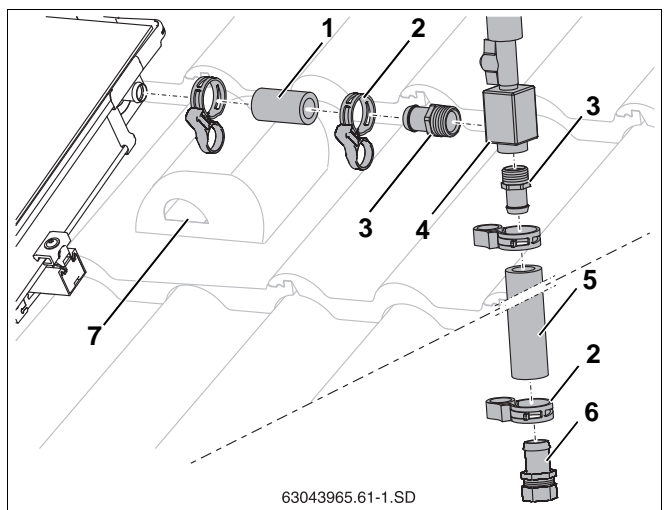

Fig. 57 Tilslutning af udlufter på tag
- ▶ Sæt den korte solvarmeslange (55 mm, fig. 57, **pos. 1**) på solfangerens fremløbstilslutning, og fastgør med fjederbånd.
- ▶ Skru slangetyllerne R $\frac{3}{4}$ med o-ringe (fig. 57, **pos. 3**) fast i luftkoppen (fig. 57, **pos. 4**).
- ▶ Sæt slangetyllerne (fig. 57, **pos. 3**) ind i solvarmeslangerne indtil anslag (fig. 57, **pos. 1** og **5**), og fastgør med fjederbånd (fig. 57, **pos. 2**).
- ▶ Sæt slangetyllen med klemringsforskrningen (fig. 57, **pos. 6**) ind i solvarmeslangen til anslag, og fastgør med fjederbånd.
- ▶ Før solvarmeslangen sammen med følerkablet gennem udluftningstagstenen (fig. 57, **pos. 7**) og gennem tagisoleringen.
- ▶ Slut samleledningen til klemringsforskrningen (18 mm) (fig. 57, **pos. 6**).